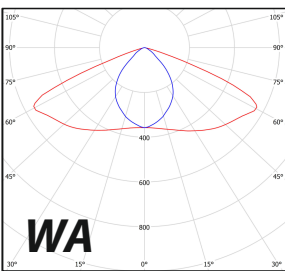

рис.1
- Тип КСС(кривой силы света)WA - широкая осевая(рис.1)